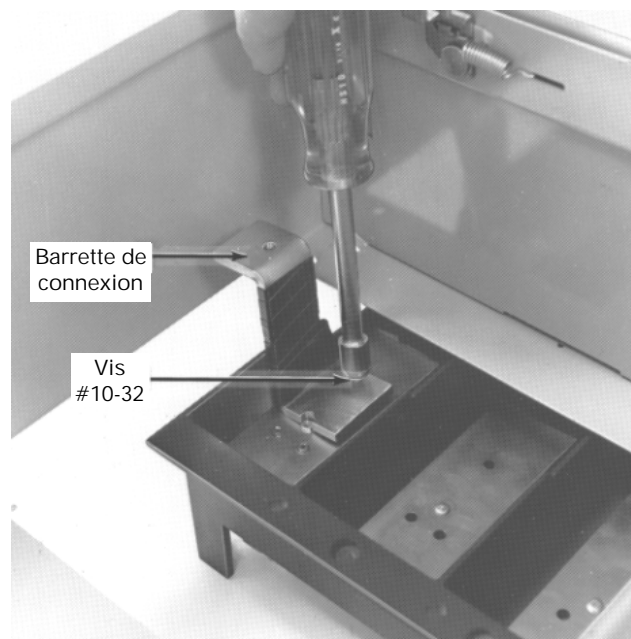

Figure 3. Installation des barrettes de connexion.
3. **Installer les barrettes.** Installer les barrettes de connexion avec les vis 10-32 x 1/2", fournies, comme montré à la Figure 3. Serrer les vis à 27–32 lb-po.